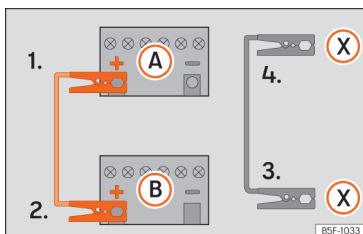

Abb. 46 Anschlusschema für Fahrzeuge mit Start-Stopp-System.
- 4b. Bei Fahrzeugen mit Start-Stopp-System: ein Ende des schwarzen Starthilfekabels (X) an einen geeigneten Masseanschluss, ein massives, fest mit dem Motorblock verschraubtes Metallteil oder an den Motorblock selbst anklammern » Abb. 46.
5. Klemmen Sie das andere Ende des schwarzen Starthilfekabels (X) im Fahrzeug mit der entladenen Batterie an ein mit dem Motorblock verschraubtes, massives Metallteil oder an den Motorblock selbst, aber so weit wie möglich von der Batterie (A) entfernt an.